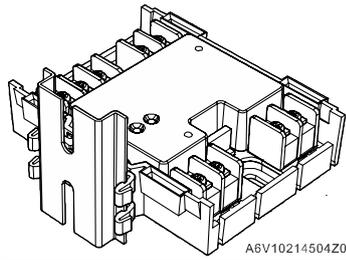

图 2
- 导轨安装 (图 2)，安装配件 FDCM291 需单独订购
2. 将模块和安装脚按压到导轨上，直至顶紧(图 2)。